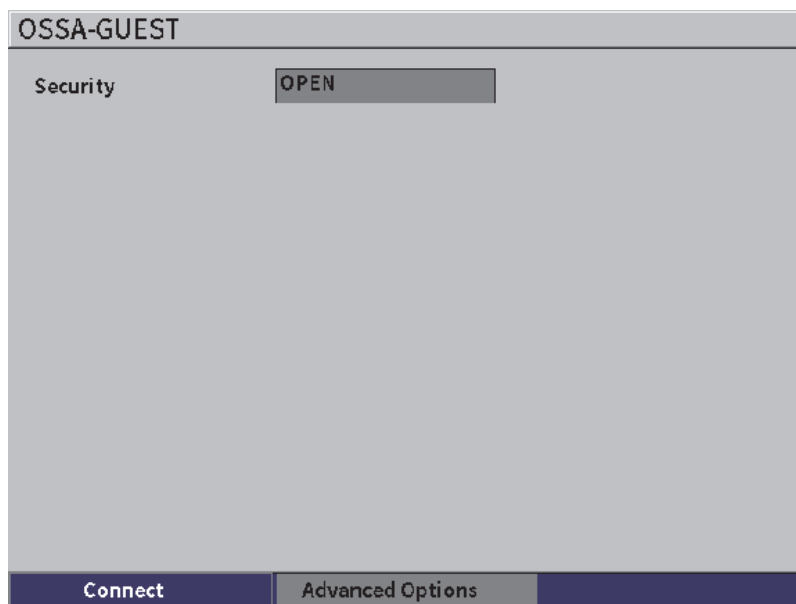

Рис. 10-3 Страница подключения к незащищенной сети WLAN
- b) Если выбранная вами сеть не требует пароля, нажмите клавишу Enter для подключения к сети (см. Рис. 10-3 на стр 172).